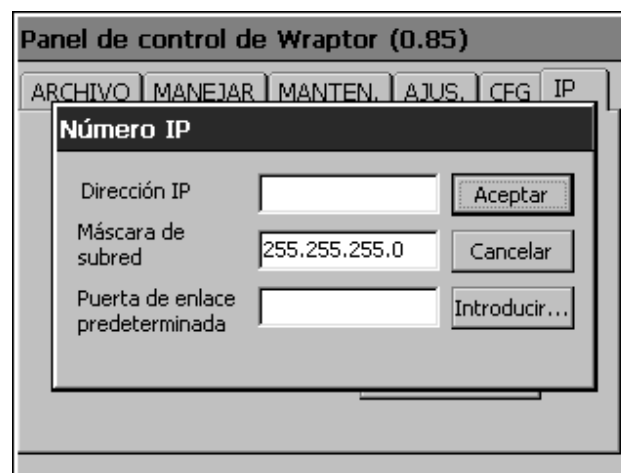

Figura 24. Entrada de la dirección IP fija
- ◆ Aparecerá el diálogo Número DNS (*Figura 24*).
- ◆ Presione el botón **Introducir número IP...** para visualizar el diálogo *Número IP* (*Figura 24*). Repita el proceso para introducir las direcciones IP en este diálogo.